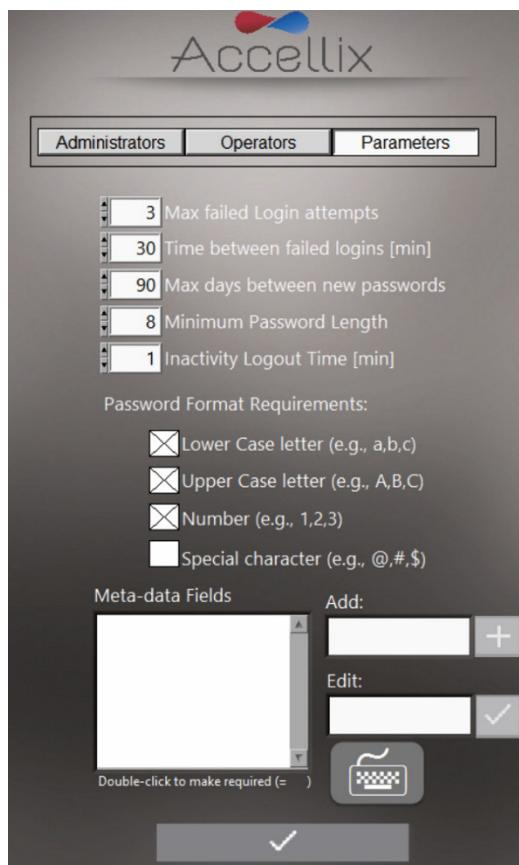

Figura 12: Opciones de los parámetros de inicio de sesión
- Pulse **Parameters** (Parámetros) en la parte superior de la pantalla de **Personal**. Se muestran todos los parámetros de inicio de sesión (Figura 12) que se pueden modificar: